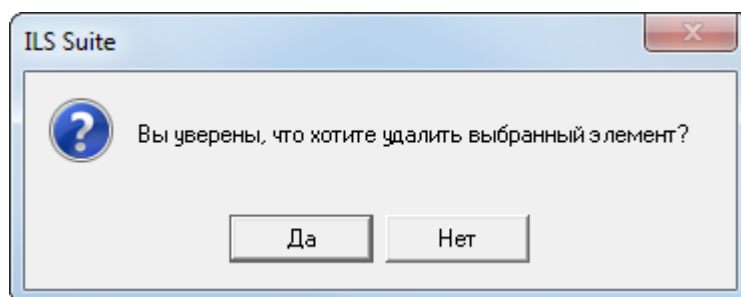

Рис. 13-208 – Диалоговое окно при удалении миссии, коррекции или наработки
4) В открывшемся диалоговом окне нажать «Да» для подтверждения действия (рис. 13-208). Для отказа от удаления нажать «Нет».